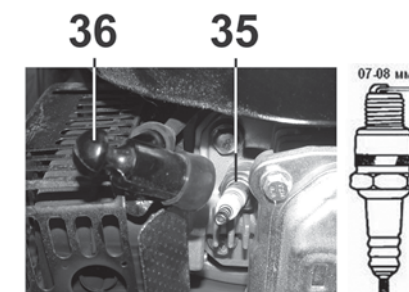

Рис. 17
9.5. Обслуживание свечи зажигания (Рис.17).